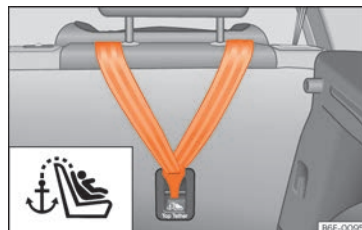

Fig. 27 Parte posterior de los asientos traseros: argollas de sujeción para el cinturón Top Tether.
- Deslice la correa y fíjela correctamente con el anclaje de la parte posterior del respaldo »» fig. 27.